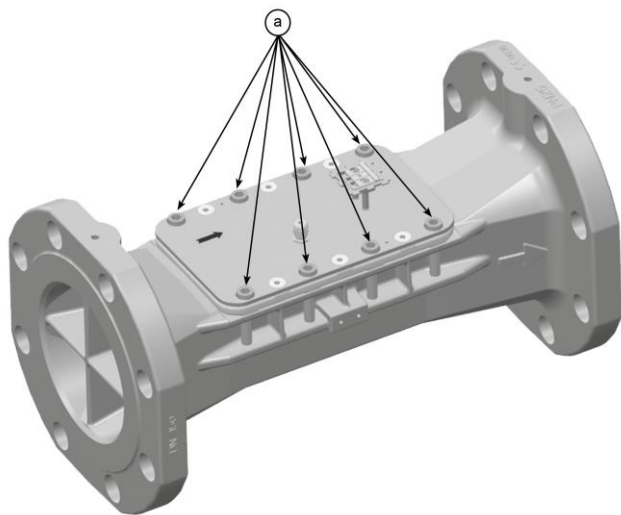

Abb. 7: Schrauben „a“
- Lösen Sie die Schrauben „a“ (siehe Abb. 7).
- Schrauben Sie die 8 Schrauben „a“ (siehe Abb. 7) mit 35 Nm ein.